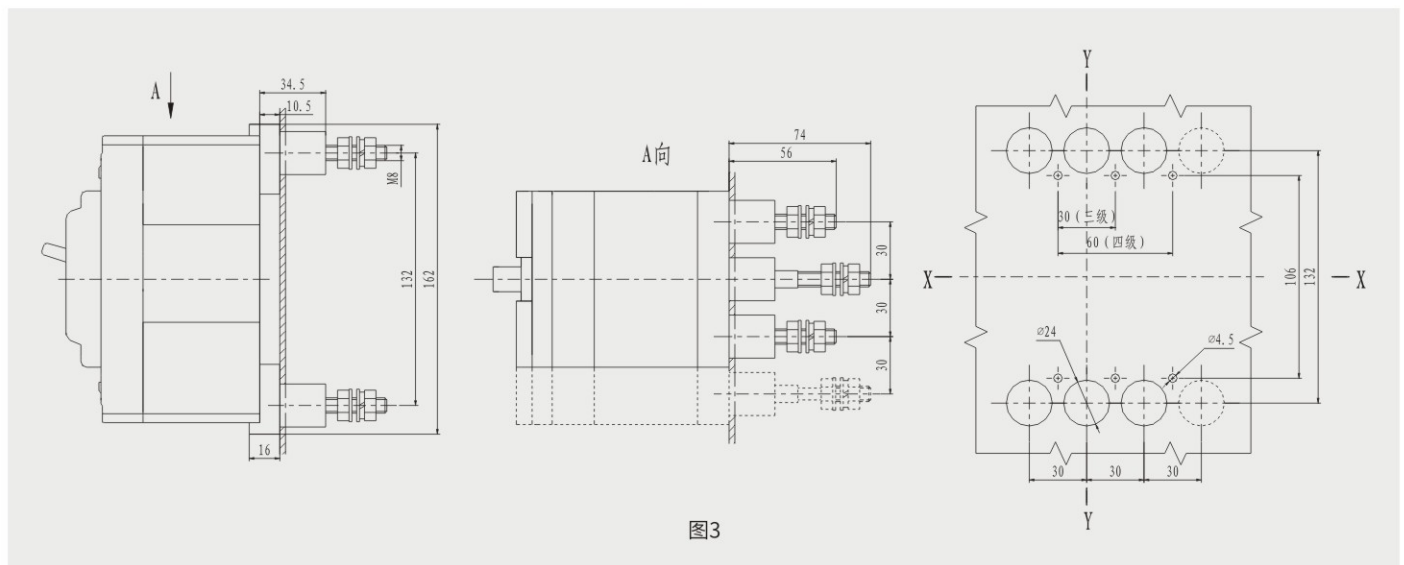

图3
2. HSL6-100 (H、L) 板后接线外形及安装、开孔尺寸 (三极、四极) 见图3